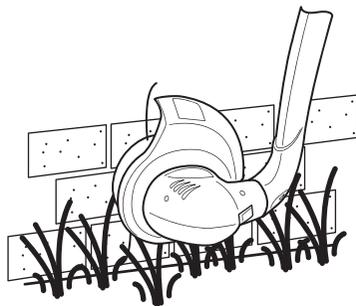

Fig. 16
- > Pour tondre les bordures, réglez la tête de coupe [8] sur l'angle qui convient. Évitez de heurter des objets durs (murs, pavés etc.) avec le fil de coupe. (Fig. 16).